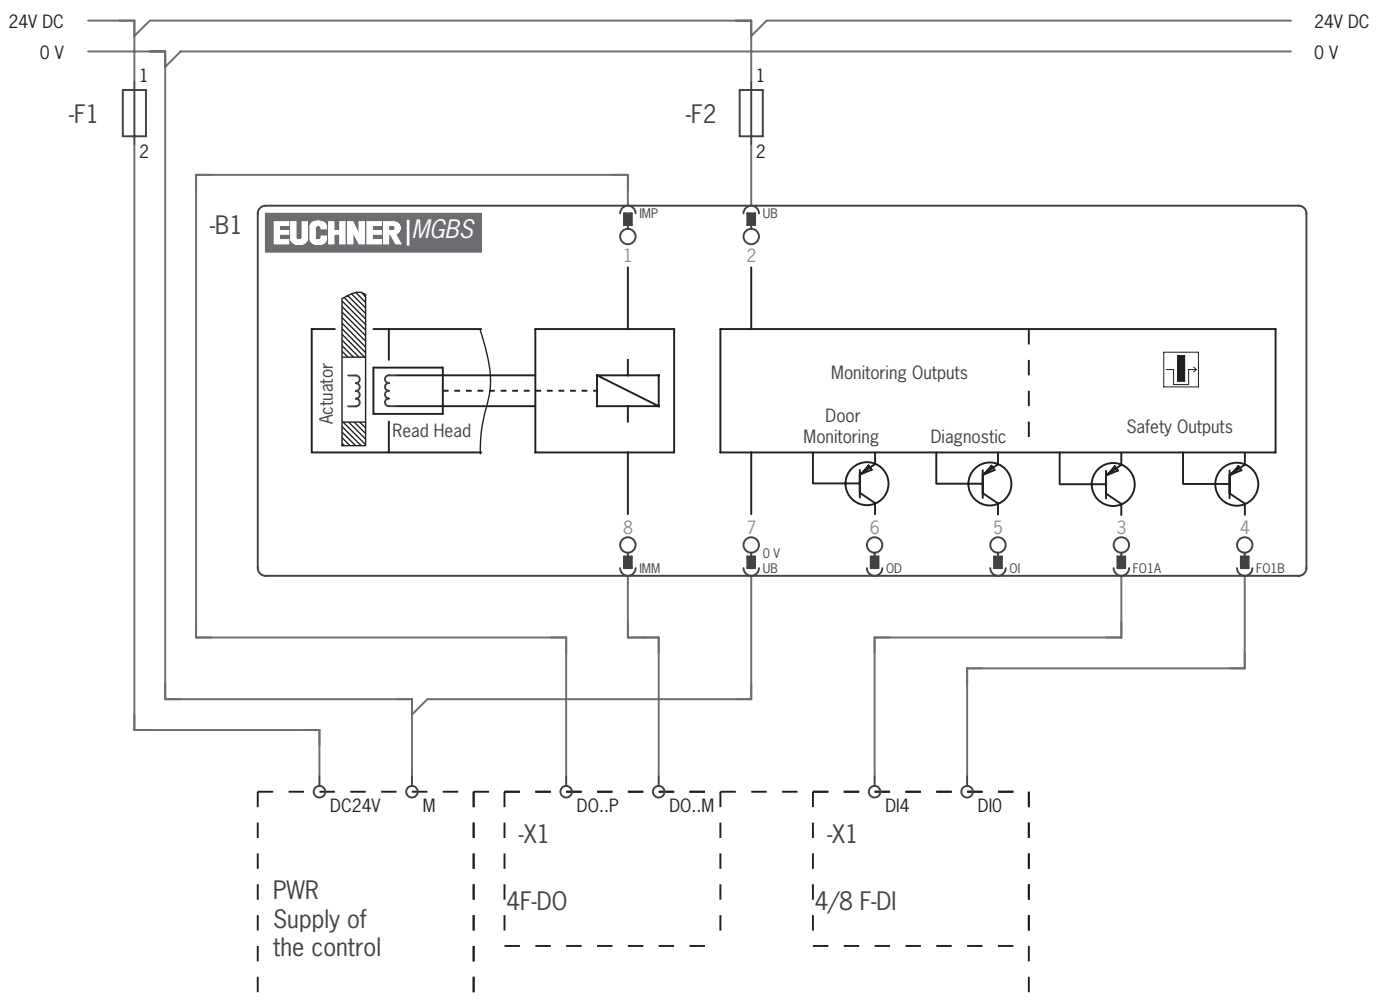

Fig. 5 : Exemple de raccordement à ET200
- En cas de commande sur deux voies de la tension de l'électroaimant par des sorties de sécurité d'une commande / d'un automate, il convient de respecter les points suivants (voir aussi Fig. 5 à la page 26) :